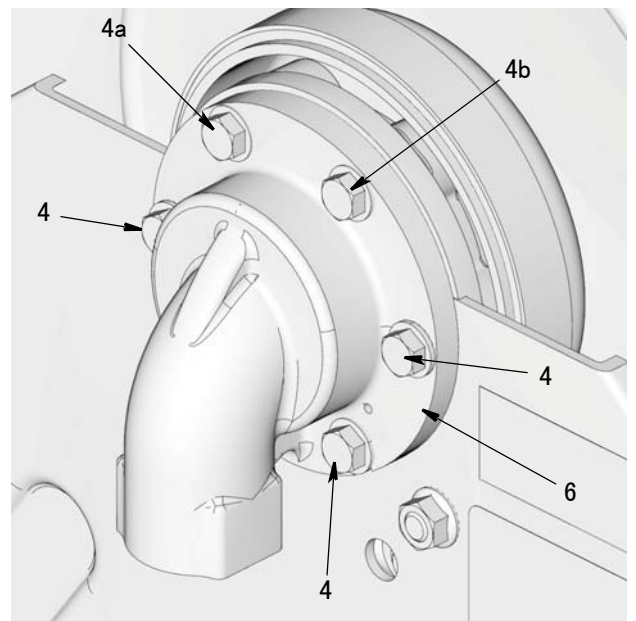

图 3
关于下列步骤，请参见图 3。
3. 首先如图 3 所示，安装顶部两枚螺栓（4a 和 4b）。适当拧紧螺栓，使用所有零部件适当固定。